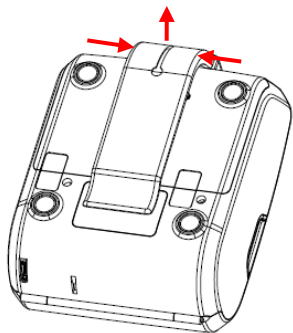

Рисунок 4 Снятие держателя на ремень
3. Снимите держатель на ремень, для этого сожмите его у основания и потяните на себя (см. Рисунок 4);